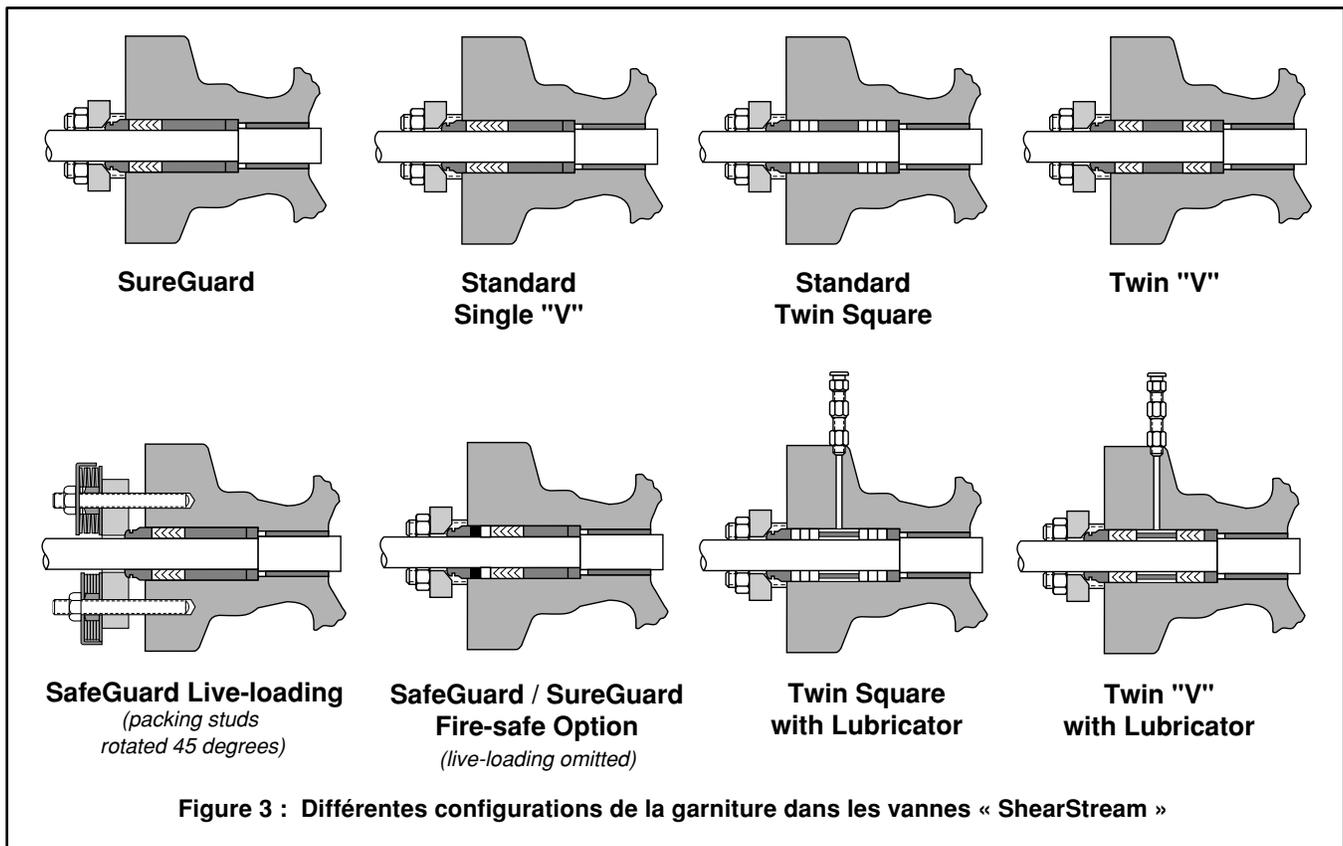

Figure 3 : Différentes configurations de la garniture dans les vannes « ShearStream »
- Enfilez le palier de butée, l'entretoise de garniture, la garniture et enfin la bague d'appui sur garniture sur l'extrémité cannelée de l'axe puis insérez le tout dans le corps de vanne. Les configurations types de montage de la garniture sont indiquées en Figure 3 (pour les modèles de dimensions 1 pouce, reportez-vous à l'Etape n° 6).